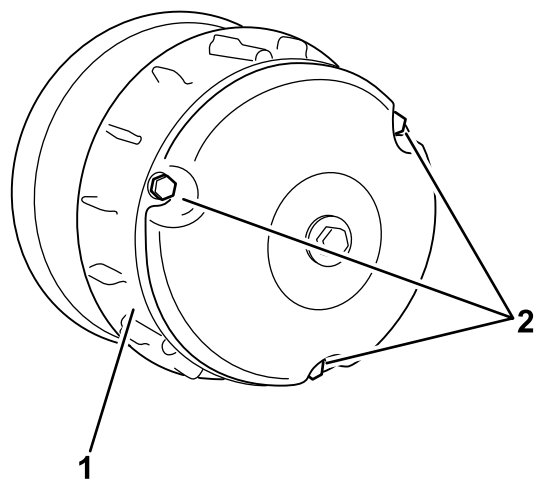

図 41
3. クラッチカバーのボルト (3本) を外してカバーを取る (図 41)。